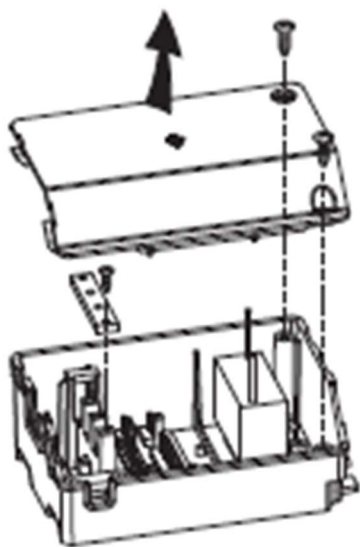

Рис.1
1. Не устанавливайте вытяжку в помещениях с большим количеством окон и дверей; это отрицательно влияет на эффективность работы из-за воздушной конвекции (Рис. 1).
2. Найдите распределительную коробку, открутите винты на крышке распределительной коробки, затем снимите крышку распределительной коробки (рис. 1)